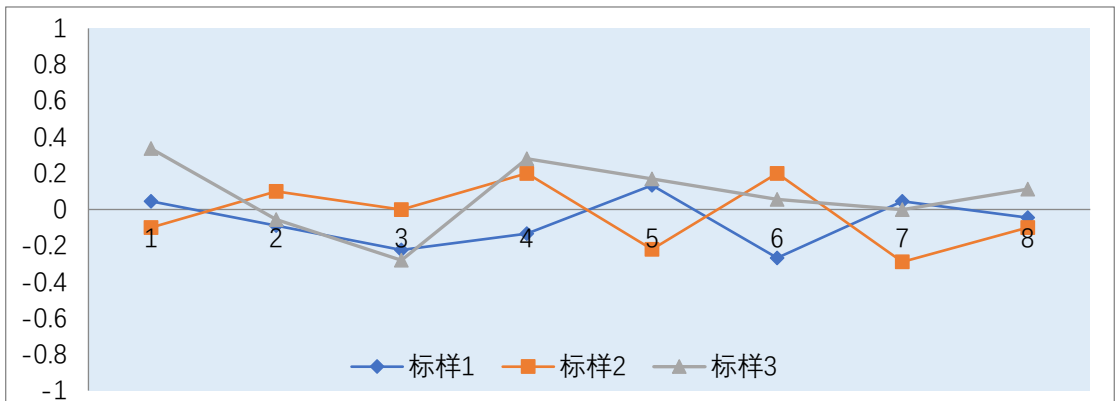

图 2：ASTM D7279 自动粘度测试法准确度图表（同一台仪器 4 根管的 2 组数据）
0.5%，由图 2 可知，标准值的测试结果与标准值的相对误差最大为 0.34%，小于标准方法中±0.5%的要求，仪器符合要求能够正常使用。